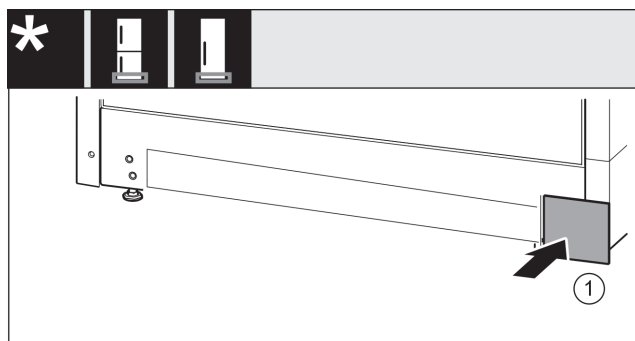

Fig. 16
► Vuelva a colocar la cubierta en el otro lado. Fig. 16 (1)